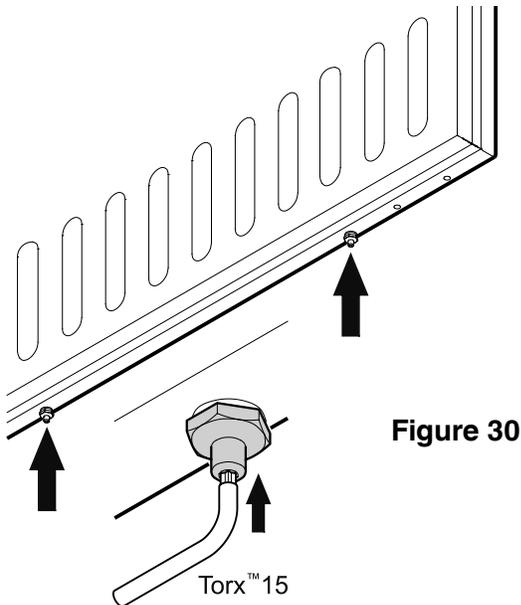

Figure 30
1. Visser à fond les boulons d'ajustement sur le bas de la porte du réfrigérateur (**Figure 30**).